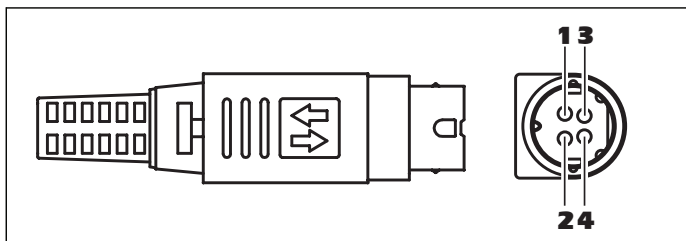

рисунок 41.5: штекер Кусон KPP-4P, подключение
К гнезду внешнего источника энергии сетевого разветвителя вы можете подключить внешнее питание. Сетевой разветвитель оснащен штекером Кусон KPP-4P (см. рисунок 41.5), который вы можете подключить к соответствующему гнезду. Внешний источник энергии снабжает только подключенные отводы.
- 1 Присоедините ослабитель натяжения (B) к пластиковой оболочке (C).
- 2 Протяните кабель (A) через узел «ослабитель натяжения (B)/пластиковая оболочка (C)», металлическую пружину (D) и пластиковое направляющее кольцо (E)
- 3 Присоедините концы кабельных проводов к плавким юбкам изоляторов на штыревом контакте (G) (см. рисунок 41.5 и таблицу 41.3).
- 4 Правильно соедините штыревой контакт (G) с нижней металлической муфтой (H). Щелевые линии по бокам штыревого контакта (G) должны совпасть с вырезами на нижней металлической муфте (H). 3 полукруговых паза вдоль периметра штыревого контакта (G) должны совпадать с 3 металлическими петлями внутри нижней металлической муфты (H).
- 5 Вставьте штыревой контакт (G) в нижнюю металлическую муфту (H) так, чтобы он в ней закрепился.
- 6 Вдавите три металлические петли на нижней металлической муфте (H) в пазы на штыревом контакте (G).
- 7 Обожмите кабель (A) «U» - образной частью нижней металлической муфты (H).
- 8 Присоедините пластиковое направляющее кольцо (E) к нижней металлической муфте (H) и вставьте пластиковые штыри в соответствующие им пазы по бокам муфты.
- 9 Присоедините верхний металлический кожух (F) к нижней металлической муфте (H). Убедитесь в правильности соединения.
- 10 Вставьте металлическую пружину (D) в узел «верхний металлический кожух (F)/нижняя металлическая муфта (H)». Это поможет держать узел в собранном виде.
- 11 Вставьте узел «ослабитель натяжения (B)/пластиковая оболочка (C)» в узел «верхний металлический кожух (F)/нижняя металлическая муфта (H)». Расположите два узла так, как показано на рисунке. Убедитесь в том, что металлическая пружина (D) остается на месте, и не перекосилась в процессе сборки. Для соединения двух узлов может потребоваться значительное усилие.
- 12 Убедитесь в том, что узел «ослабитель натяжения (B)/пластиковая оболочка (C)» прикрепился к узлу «верхний металлический кожух (F)/нижняя металлическая муфта (H)» так, чтобы их нельзя было рассоединить.
- 13 Вставьте получившийся узел в пластиковую муфту (I), изображенную на рисунке, так, чтобы он в ней защелкнулся. Сборка коннектора завершена.